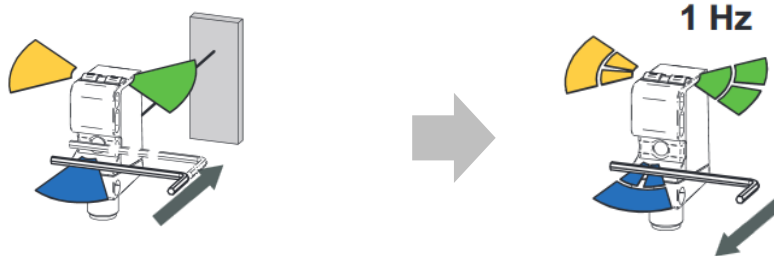

Abbildung 2
4. Anschließend den qTeach-Bereich wieder mit dem Werkzeug kurz antippen und warten bis die grüne und gelbe LED dauerhaft leuchten (siehe Abbildung 2). Der Sensor ist nun betriebsbereit.
4. Anschließend den qTeach-Bereich wieder mit dem Werkzeug kurz antippen bis die LED's blinken. Anschließend wieder mit dem Werkzeug den qTeach-Bereich kurz antippen und warten bis die grüne und gelbe LED dauerhaft leuchtet (siehe Abbildung 2). Der Sensor ist nun betriebsbereit.